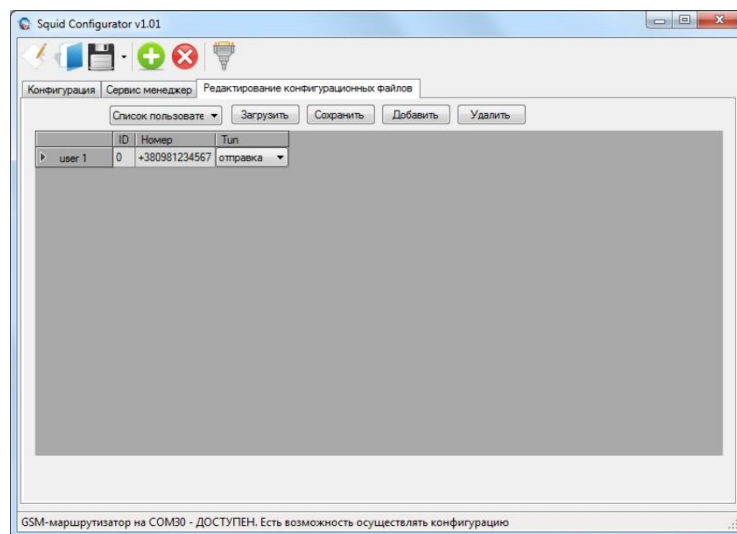

Рисунок 7.5.3 - Приклад налаштування файлу конфігурації CMC розсилки
2. У комбобоксі вибрати "Список користувачів" (див. рисунок 7.5.3).